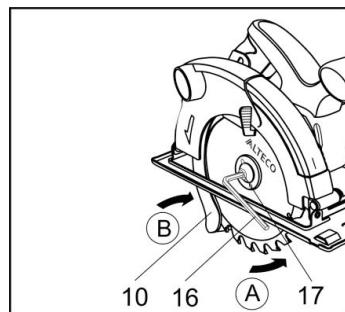

Рис. 2
- Для демонтажа пильного диска необходимо положить циркулярную пилу на торцовую часть корпуса двигателя. Нажмите кнопку блокировки шпинделя (21), держите её нажатой.
- Открутите зажимной винт (17) с помощью шестигранного ключа (16), вращая шестигранный ключ в направлении А, показанном на рис. 2.
- Отодвиньте нижний защитный кожух (10), зафиксируйте его в полностью открытом положении.
- Снимите прижимной фланец (18), затем снимите пильный диск со шпинделя (20).
- Установите опорный фланец (19) на шпиндель (20).
- Установите прижимной фланец (18). Нажмите кнопку блокировки шпинделя (21), держите её нажатой, закрутите зажимной винт с помощью шестигранного ключа (16), вращая шестигранный ключ в направлении В, показанном на рис. 2.